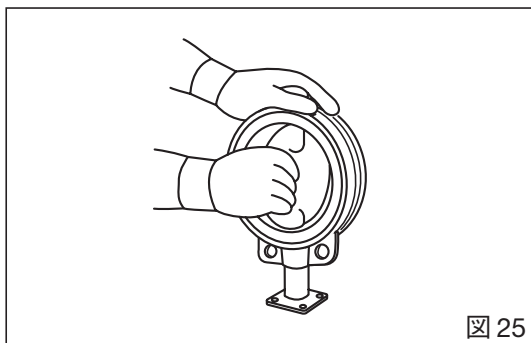

図 25
6. 弁体の取り外し：弁体を全開状態でひねりながら押し出して外します。なお、取り外しの際、弁体に傷をつけないよう、クッションなどを敷いて作業を行ってください。(図25)